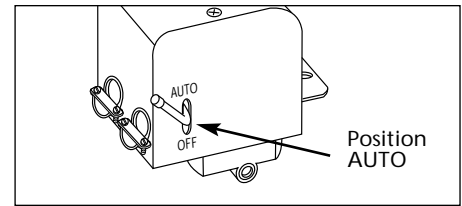

Figure 7
2. Tourner l'interrupteur à la position AUTO pour faire fonctionner le modèle (Fig. 7).